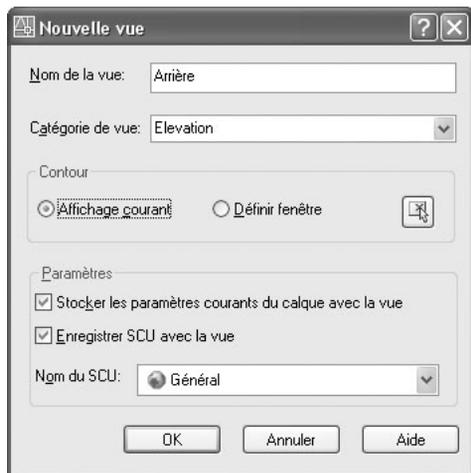

Fig.24.5
- 3 Dans la boîte de dialogue **Nouvelle vue** (New View), entrer un nom dans le champ **Nom de la vue** (View name). Par exemple : Arrière. Dans le champ **Catégorie de vue** (View Category), entrer une catégorie, par exemple Elévation (fig.24.5).